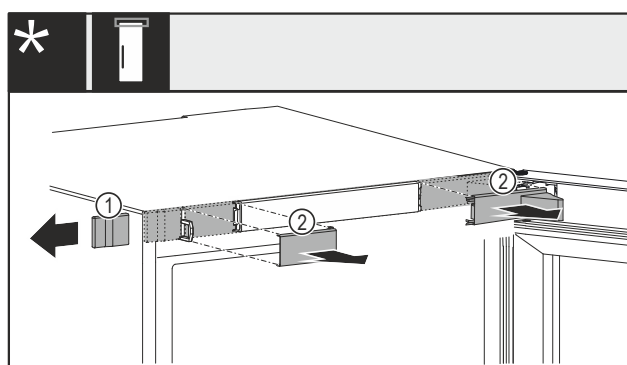

Fig. 13 Z mehansko ali električno ključavnico*
- Pokrov Fig. 13 (1) previdno odstranite na stran.*
- Pokrove Fig. 13 (2) previdno odstranite v smeri naprej.*